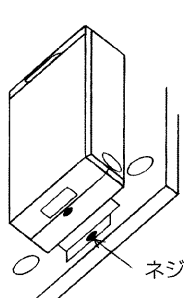

図1
- 制御ボックスを固定しているネジを外します。取外しの詳細は6. 電気配線工事の項目を参照してください。(図1)